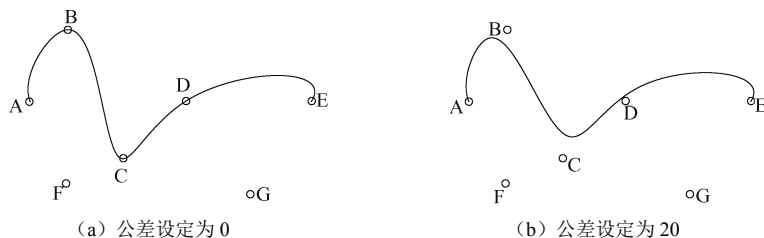

图 3-26 不同拟合公差样条曲线示例
(1) 对象(O): 将已存在的拟合样条曲线多段线转换为等价的样条曲线。
(2) 第一点: 定义样条曲线的起始点。
(3) 下一点: 样条曲线定义的一般点。
(4) 闭合(C): 样条曲线首尾相连成封闭曲线。系统提示用户输入一次切矢, 起点和端点共享相同的顶点和切矢。
(5) 拟合公差(F): 定义拟合时的公差大小。公差越小, 样条曲线越逼近数据点, 为 0 时指样条曲线准确经过数据点。
(6) 起点切向: 定义起点处的切线方向。
(7) 端点切向: 定义端点处的切线方向。
(8) 放弃(U): 该选项不在提示中出现, 可以输入 U 取消上一段曲线。
**【例 3.11】** 如图 3-26 所示, 绘制不同拟合公差样条曲线。
结果如图 3-26 (a) 所示。
当输入的公差值不为零时，绘制的样条曲线偏离输入的点，结果如图 3-26 (b) 所示。